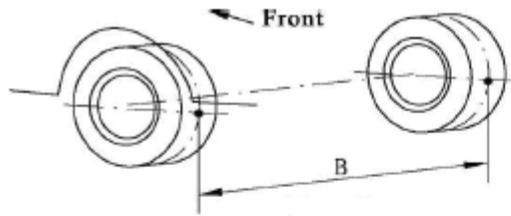

Figure 1
1. Redressez les roues avant du véhicule, marquez les **points centraux avant et arrière** du pneu, puis mesurez la distance entre les marques gauche et droite (notée **B**). Voir **Figure 1**.